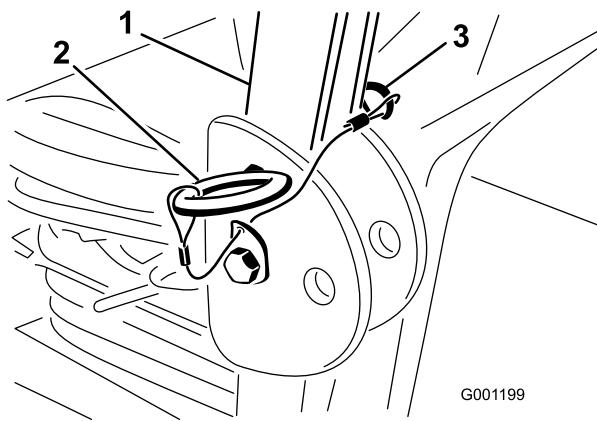

Рисунок 8
- Установите защитную дугу в поднятое положение, а затем удалите игольчатые шплинты и два штифта (Рисунок 8).